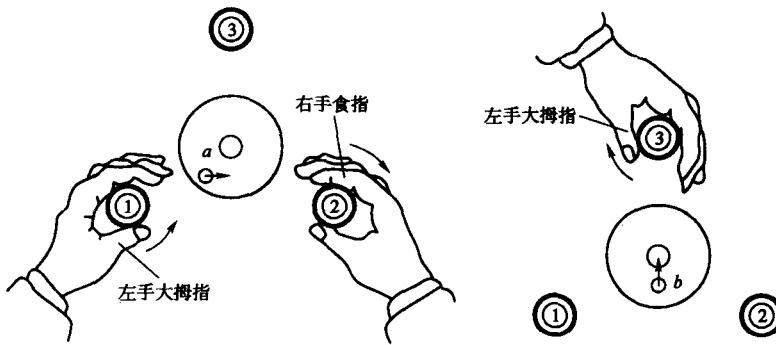

图 2-1-1 脚螺旋转动方向与圆水准气泡移动方向的规律
- (1) 安置仪器,认识 DS3 水准仪,了解仪器基本构造、各部件名称和作用。
- ① 安放三角架。选择坚固平坦的地面张开三脚架,使架头大致水平,高度适中;三条架腿开度适当,如果地面松软,则将架腿的三个脚尖插牢于土中,使脚架稳定。
- ② 安置仪器。打开仪器箱用双手将仪器取出,放在三角架架头上,一手握住仪器,一手旋转脚架中心连接螺旋,将仪器固连在三脚架架头上。
- ③ 观察熟悉仪器。仔细观察仪器的各个部件,熟悉各螺旋的位置、名称和作用,试着旋拧各个螺旋以了解其功能。
- (2) 水准仪的使用。水准仪的操作步骤为:粗平、瞄准水准尺、精平、读数。
①粗平。粗平即粗略整平仪器。通过旋转水准仪基座上的三个脚螺旋使圆水准器气泡居中,仪器的竖轴大致铅垂,从而使望远镜的视准轴大致水平。在整平过程中,旋转脚螺旋方向与圆水准气泡移动方向的规律是:用左手旋转脚螺旋,则气泡移动方向和左手大拇指移动方向一致(俗称左手法则);用右手旋转脚螺旋,则气泡移动方向和右手食指移动方向一致。如图 2-1-1 所示。将望远镜水平转动 180°,检查圆水准气泡是否仍然居中,否则重新整平。
②瞄准水准尺。首先进行目镜对光。将望远镜对向一明亮背景(如天空或白色明亮物体),转动望远镜目镜调焦螺旋,使望远镜内的十字丝影像非常清晰。再松开制动螺旋,转动望远镜,用望远镜上的瞄准器(照门和准星或粗瞄器)瞄准水准尺,然后旋紧制动螺旋。从望远镜